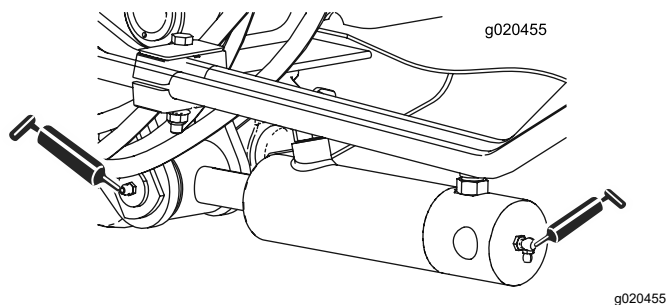

Figure 52
- 2 (de chaque côté) bagues de vérin de bras de levage (Figure 52)